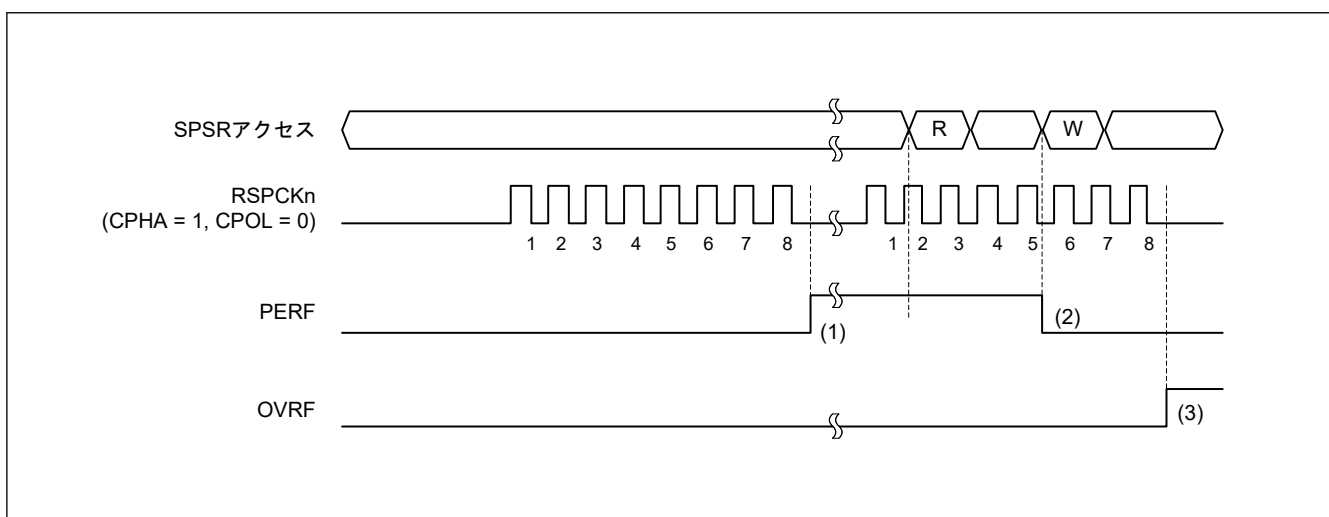

図 34.42 OVRF フラグおよび PERF フラグの動作例
図 34.42 に、OVRF フラグと PERF フラグの動作例を示します。図 34.42 に記載の SPSR アクセスは、SPSR レジスタへのアクセス状況を示しています。W は書き込みサイクル、R は読み出しサイクルを示しています。この例では、SPCR.TXMD ビットが 0、SPCR2.SPPE ビットが 1 の状態で全二重同期式シリアル通信を行います。SPCMDm.CPHA ビットが 1、SPCMDm.CPOL ビットが 0 の設定で、SPI が 8 ビットのシリアル転送を実行しています。RSPCKn 波形の下に記載した数字は、RSPCK サイクル数 (= 転送ビット数) を示しています。
以下に、図 34.42 の (1)~(3) に示したタイミングでのフラグの動作内容を説明します。